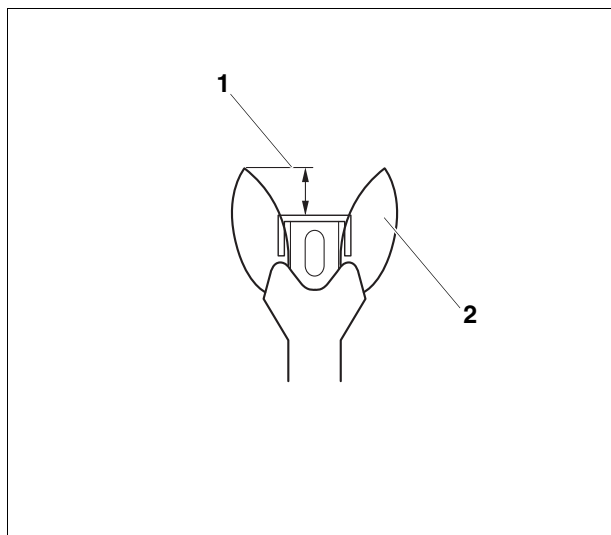
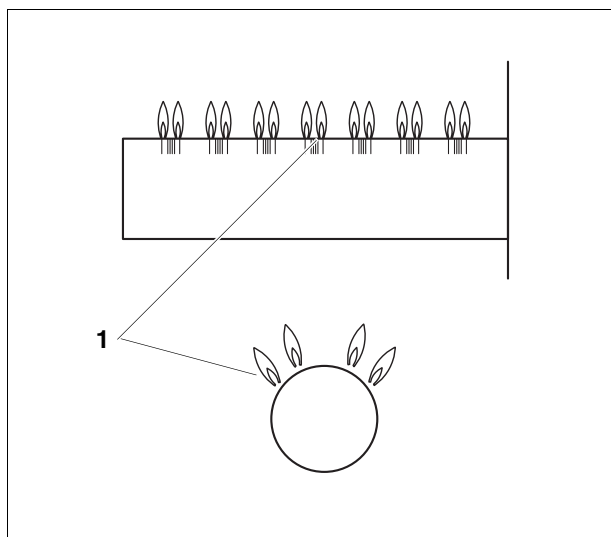

Fig. 31 Réglage correct de la flamme d'allumage
Fig. 32 Brûleur principal
21. Tester le dispositif de sécurité en fermant le robinet principal du gaz. La flamme du brûleur principal (→ fig. 32) et la flamme d'allumage (→ fig. 31) s'éteignent. Après six (6) secondes maximum, l'électrovanne principale du bloc gaz doit fermer en faisant un bruit particulier.